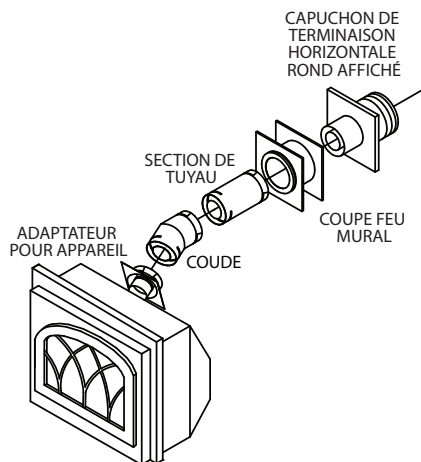

Figure 1
- Terminaison horizontale (*Fig. 1 et 2*)